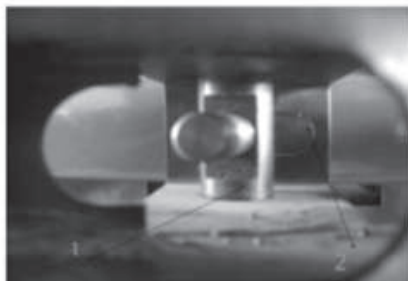
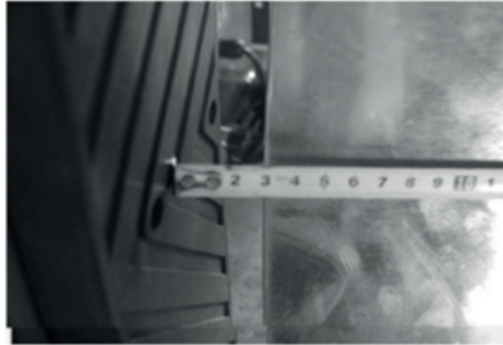

Fig. 10
Fig. 11
- Posicione a bucha do eixo do braço do destalonador do talão dentro da placa de sustentação do destalonador no corpo (*Fig 9-1*) para alinhar o furo e instalar o parafuso do destalonador (*Fig 9-2*) e coloque a porca para travar (*Fig 8-4*). Introduza a haste do pistão (*Fig 10-2*) através do furo da bucha deslizante do destalonador (*Fig 10-1*). A superfície da bucha deslizante deve ficar para fora (*Fig 10*). Coloque a porca retirada (*Fig 8-1*) na extremidade dianteira da haste do pistão. A porca estará montada. A distância da borda da lâmina do destalonador de talão até a borracha do destalonador de talão é de 30 - 40 mm (*Fig 11*). Enganche a mola (*Fig 9-3*)